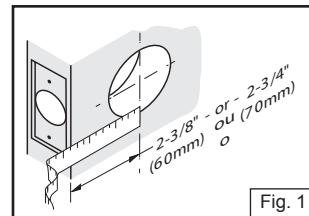
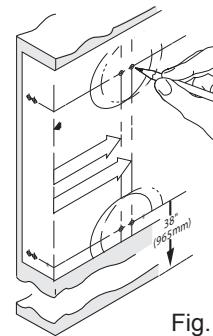
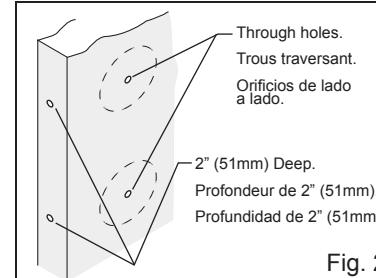
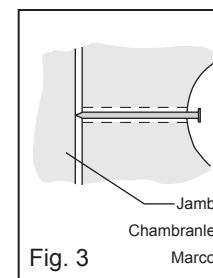

Fig. 1
Fig. 1
Fig. 2
Fig. 3
**Note 1.** **A.** Determine your backset, see (figure 1). **B.** If your backset measured 2-3/4" (70mm), adjust the backset of latches as follows: For top latch, rotate front of latch 180° (see figure 2). **For bottom latch,** grasp spring pin (a) and move it from the 2-3/8" slot to the 2-3/4" slot (see figure 3).
Les verrous n'ont pas besoin de réglage si l'écartement fait 2-3/8" (60 mm). **B.** Si votre écartement mesurait 2-3/4" (70mm), ajustez l'écartement des verrous comme suit: Pour le verrou supérieur, tournez l'avant du verrou 180° (voir figure 2). Pour le verrou inférieur, se saisir le la goupille-ressort (a) et la déplacer de 2-3/8" à l'encoche de 2-3/4" (voir figure 3).
**A.** Follow steps 1 through 3 of template (see fig. 1). **B.** Drill 1/8" (3mm) diameter pilot holes where marked (see fig. 2). **C.** Drill the 2-1/8" (54mm) hole about halfway through door, then finish drilling from the other side to prevent splintering. **D.** Mark location for strike plate holes in door jamb, by closing door and pressing a 2" (51mm) common nail from inside 2-1/8" (54mm) hole through pilot hole until nail makes indentation in door jamb (see fig 3). **E.** Drill 1" (25mm) diameter holes in door edge and jamb. Drill the top hole in jamb a minimum of 1" (25mm) deep and the bottom hole 5/8" (16mm) deep. **F.** Trace face of latches in door edge and chisel out area 5/32" (4mm), no chiseling is required for bottom latch if you are using a drive-in latch (latch without face plate). **G.** Center appropriate strike over holes in door jamb and trace outlines. Chisel out area 1/16" (1,6mm) deep for bottom strike and 5/64" (2mm) deep for top strike. Place strikes on jamb and mark screw hole centers. For top strike, drill 1/8" (3mm) diameter pilot screw holes a minimum of 1-1/2" (38mm) deep. For bottom strike, drill 3/32" (2mm) diameter pilot screw holes a minimum of 1/2" (13mm) deep. **H.** Continue by following steps of INSTALLATION INSTRUCTIONS on reverse side.
**A.** Suivre les étapes 1 à 3 du gabarit (voir figure 1). **B.** Percer des trous-pilotes de diamètre 1/8" (3mm) aux endroits marqués (voir figure 2). **C.** Percer le trou de 2-1/8" (54 mm) jusqu'au milieu de la porte environ, puis finir de percer à partir de l'autre côté afin d'éviter l'éclatement du bois. **D.** Marquer l'emplacement des trous de la gâche sur le chambranle de la porte en fermant la porte et en poussant un clou ordinaire de 2" (51mm) de l'intérieur du trou de 2-1/8" (54mm) par le trou-pilote jusqu'à ce que le clou fasse une marque sur le chambranle de la porte (voir figure 3). **E.** Percer les trous de diamètre 1" (25mm) dans le bord de la porte et le chambranle. Percer le trou supérieur dans le chambranle au moins 1" (25mm) de profond et le trou inférieur 5/8" (16mm) de profondeur. **F.** Tracer la face des verrous sur le bord de la porte et couper au ciseau sur une profondeur de 5/32" (4 mm), (ceci n'est pas nécessaire pour le verrou inférieur si vous voulez un verrou à enfouissement (verrou sans tête)). **G.** Centrer la gâche appropriée sur les trous dans le chambranle de la porte et tracer le pourtour. Mortaiser la surface tracée sur une profondeur de 1/16" (1,6mm) pour la gâche inférieure et 5/64" (2mm) pour la gâche supérieure. Placer les gâches sur le chambranle et marquer le centre des trous de vis. Percer des trous-pilotes de 1/8" (3mm) de diamètre sur une profondeur minimale de 1-1/2" (38mm) pour la gâche supérieure. Percer des trous-pilotes de 3/32" (2mm) de diamètre sur une profondeur de 1/2" (13mm) pour la gâche inférieure. **H.** Continuer en suivant les étapes des INSTRUCTIONS D'INSTALLATION au verso